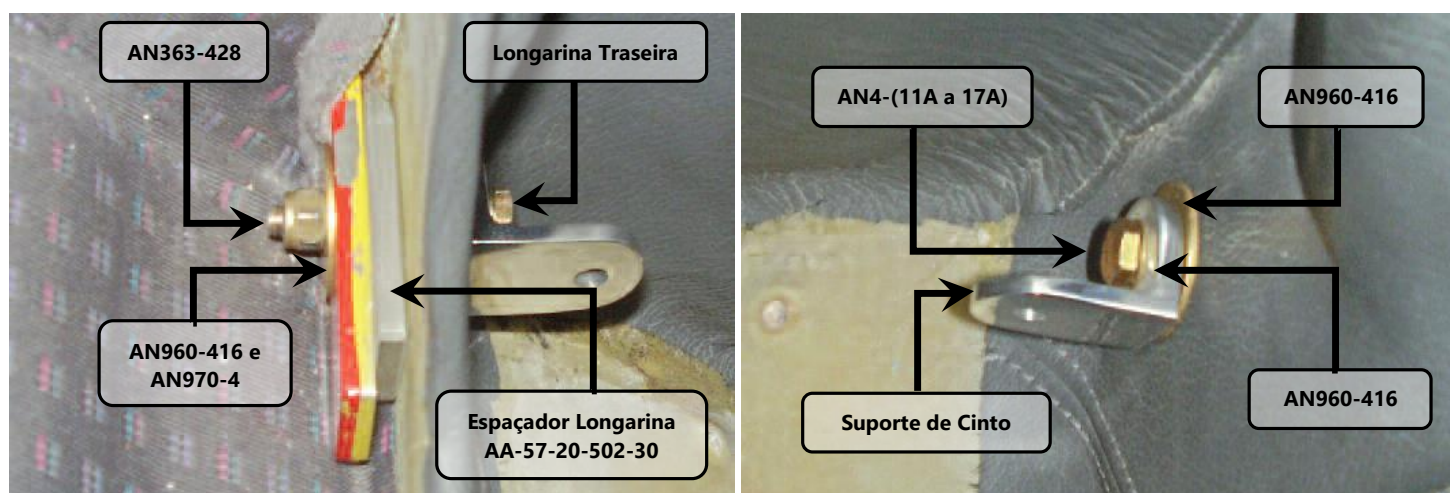

Figura 57.10.8 - Parafuso de fixação da longarina traseira.
8. Instalar o parafuso AN4* de fixação da longarina traseira e suporte do cinto de segurança conforme a figura 57.10.8. Não apertar totalmente a porca AN363-428, somente encostá-la. A localização dessa fixação é mostrada na figura 57.10.9. Observar também o posicionamento correto da Ferragem do cinto de segurança AA-25-10-400-04 conforme a figura 57.10.10 e figura 57.10.11
Obs: O Espaçador da Longarina Traseira AA-57-20-502-30 no parafuso, conforme figura 57.10.8 existe em alguns modelos da aeronave.